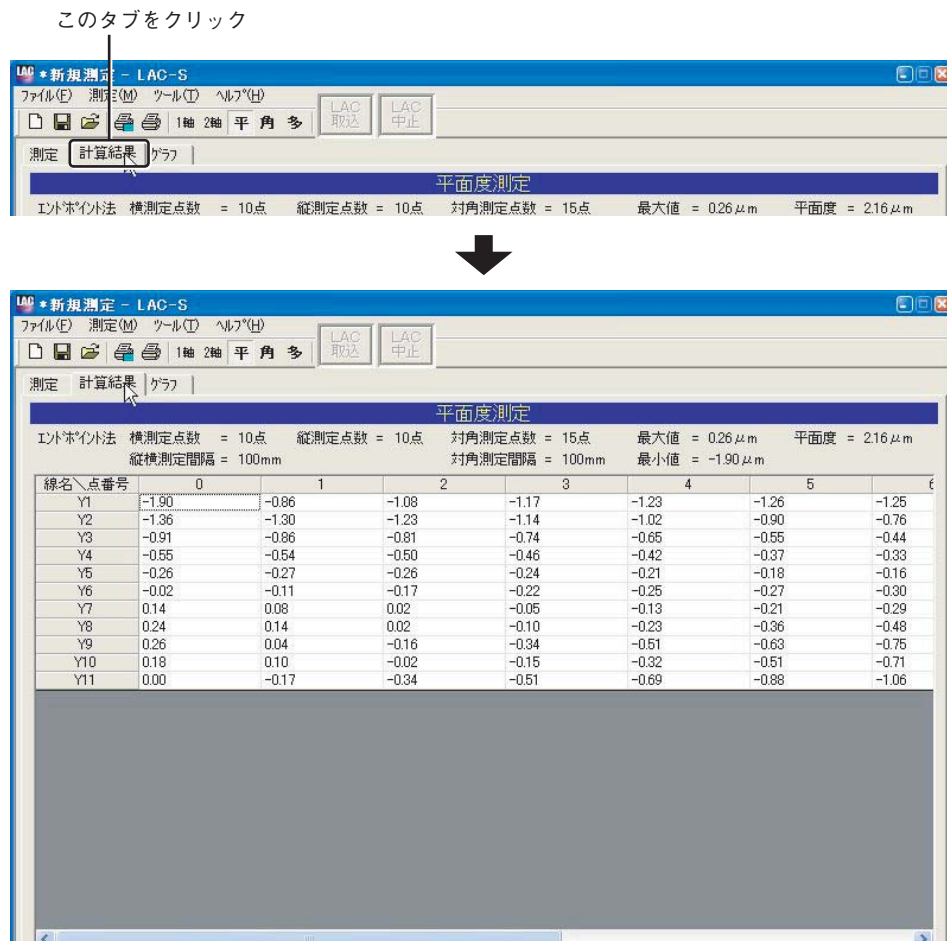

図5-9-13
5.9.2で行った「計算結果」を表示します。平面度測定画面の「計算結果」タブをクリックすると「計算結果」が表示されます(図5-9-13)。